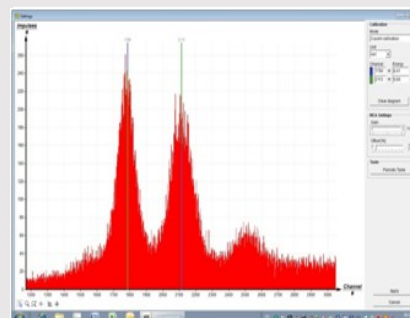

Рис. 4: калибровка многоканального анализатора
- В программе MEASURE выберите "Многоканальный анализатор" в разделе "Датчик". Затем выберите "Настройки и калибровка". После нажатия кнопки "Калибровка" можно измерить спектр. Скорость счета должна быть  $< 300$  имп/с. Настройки калибровки по энергии: - калибровка по 2 точкам, - единица измерения = кэВ, усиление = 2 - установите смещение так, чтобы подавить низкоэнергетические сигналы шума (обычно достаточно нескольких процентов), см. рис. 4.